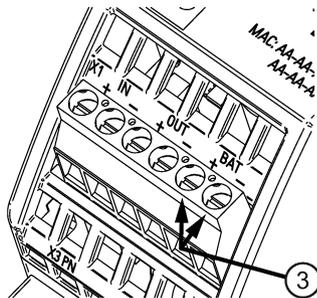

Bild 7-4 BAT Anschluss
Die Anschlüsse "BAT+" und "BAT-" ③ (siehe Bild 7-4 BAT Anschluss (Seite 149)) dienen zur Verbindung der SITOP UPS1600 mit einem oder mehreren Batteriemodulen SITOP UPS1100. Stellen Sie sicher, dass die Leitungen entsprechend dem maximalen Ausgangsstrom-Effektivwert der SITOP UPS1600 dimensioniert sind.